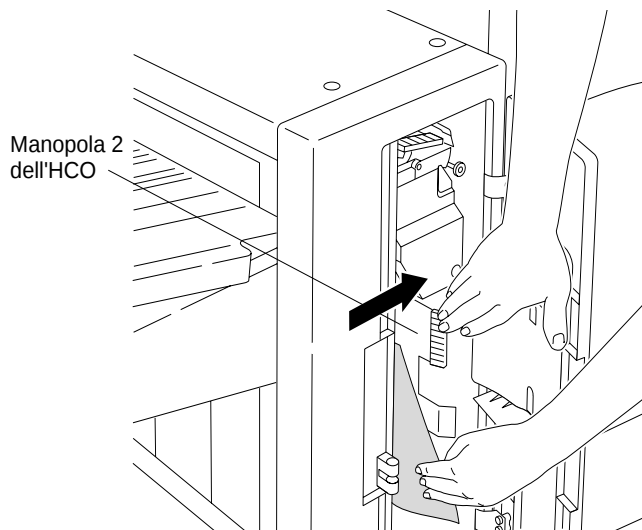

Figura 3-66 Rimozione della carta inceppata nella sezione inferiore dell'HCO con la leva 2
3. Tirare indietro la leva 2 (Figura 3-66) e rimuovere la carta eventualmente presente.